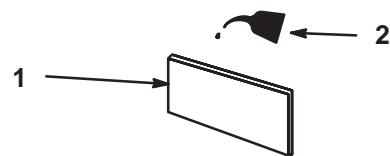

Bild 21
- Tränken Sie den Einsatz mit frischem Motoröl (Bild 21). Drücken Sie den Einsatz, um überflüssiges Öl zu entfernen.